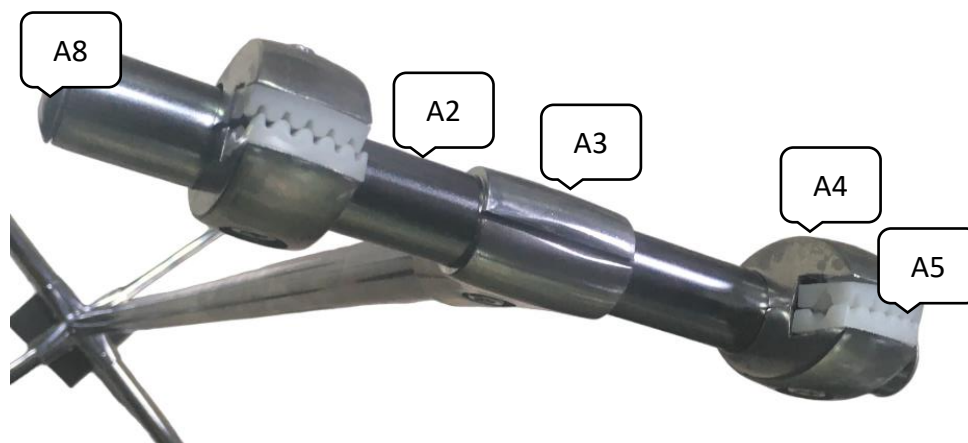

Рис.2
3. Вставить по два вкладыша A5 в крепеж A4. См.Рис.2.
4. Установить заглушки по краям A2 (2 шт.) в A2. См.Рис.2.
5. Закрепить на середине трубы A2 Т-образный крепеж A3. См.Рис.2.